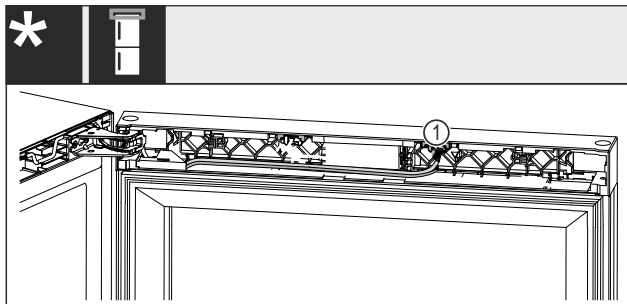

Fig. 22 Wein-Gefrier-Kombinationen\*
- Stecker Fig. 22 (1) aus dem Nest herausziehen.\*